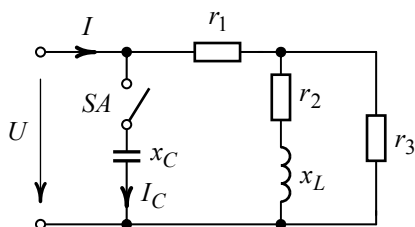

Рис. 8.10
Определить полную, активную, реактивную мощности и коэффициент мощности цепи (рис. 8.10) при разомкнутом положении ключа SA. Рассчитать емкость конденсатора, которую необходимо включить параллельно цепи, чтобы повысить коэффициент мощности до $\cos \varphi^I = 0,851$. Дано: $U = 36 \text{ В}$, $r_1 = 0,2 \text{ Ом}$, $r_2 = 0,4 \text{ Ом}$, $r_3 = 4,6 \text{ Ом}$, $L = 4 \cdot 10^{-3} \text{ Гн}$, $\omega = 314 \text{ с}^{-1}$.
1. Комплекс действующего значения тока в неразветвленной части цепи при разомкнутом ключе SA (рис. 8.10).
Согласно схеме (рис. 8.10) $I_C = \frac{U}{1/\omega C}$, откуда емкость конденсатора должна составлять